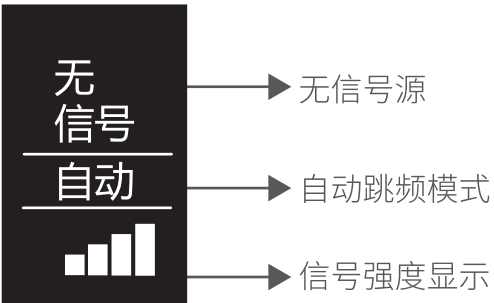
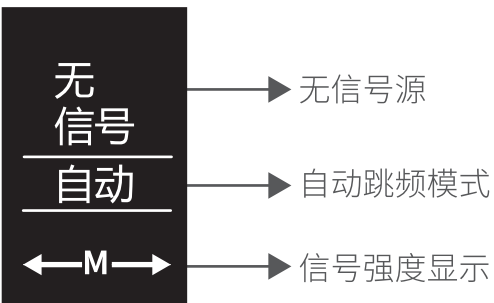

图1
图3
（发射器与接收器均无信号源接入时，发射器与接收器显示内容一致。如图1）
（发射器无信号源接入时，如图3）
- (2) 将S-6115接收器的SDI OUT接口与监视器或切换台SDI IN连接,若多个接收器同时使用时,每个接收器的SDI OUT接口与监视器或切换台SDI IN连接;
- (3) 接通S-6115发射器与接收器的电源,“Power”灯亮起,OLED屏幕显示“WAIT...”后跳转开机界面,如图1或图3;开机等待一段时间,发射端和接收端有可识别的信号输入且连接成功,“Link”和“Video”灯长亮。若发射端和接收端有可识别的信号输入但建立连接失败,则“Link”灯闪烁。